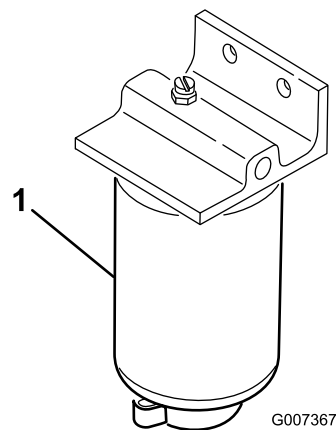

Figura 61
1. Mettete un contenitore pulito sotto il filtro del carburante(Figura 61).